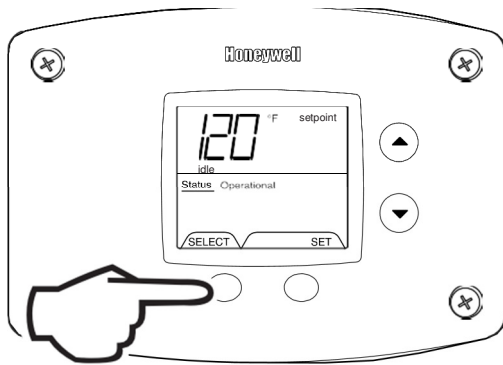

Figure 34
4. Setpoint (Display/Change) (Fig. 34).